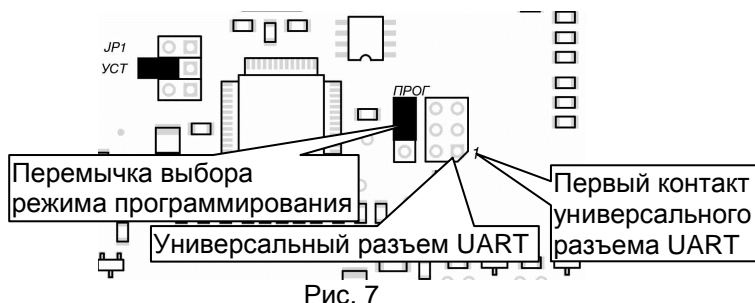

Рис. 7
5.4.1. Отключить сетевое питание УО, отключить АКБ от УО. установить переключку выбора режима программирования в соответствии с рис. 7.
Для программирования УО без отключения питания установить переключку выбора режима программирования в соответствии с рис. 7, подключить программатор. После подключения программатора процесс программирования начнется автоматически, по окончании программирования нужно отсоединить программатор от УО и вернуть переключку выбора режима программирования в исходное положение, после этого УО готово к работе.